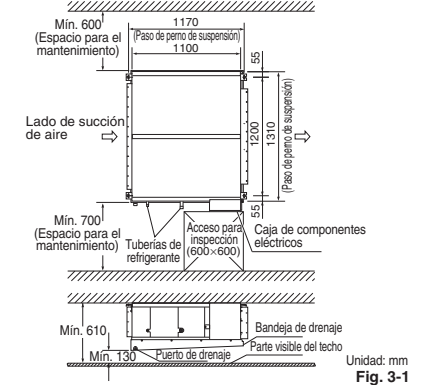

Fig. 3-1
- El espacio mínimo para la instalación y para el mantenimiento se muestra en la Fig. 3-1.
- (1) Cuando coloque la unidad en el interior del techo, determine el paso de los pernos de suspensión consultando los datos sobre dimensiones proporcionados anteriormente. (Figs. 3-1 y 3-2)